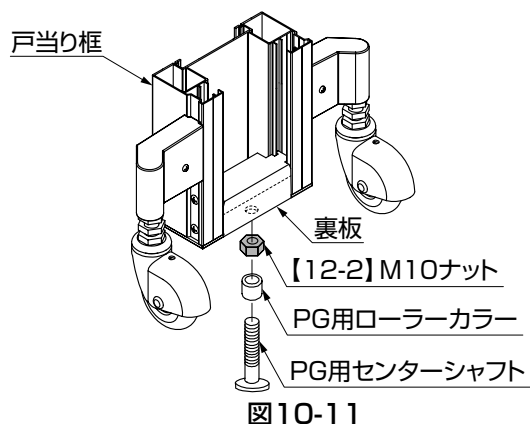

図10-11
- ①PG用ローラーカラーと【12-2】を組付けたPG用センターシャフトを裏板に仮組みしてください。(図10-11参照)